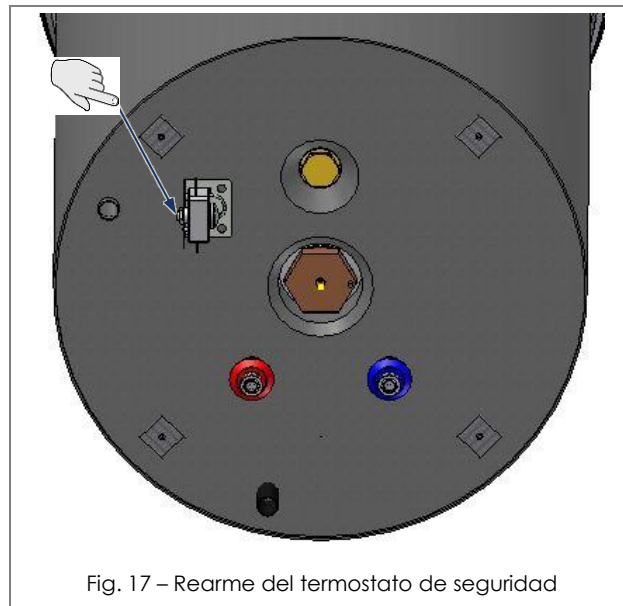

Fig. 17 – Rearme del termostato de seguridad
- Restablecer manualmente el termostato de seguridad. (Fig. 17);